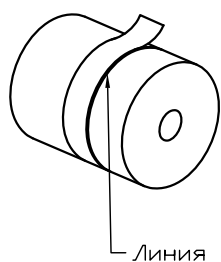

Рис.1
2. Оберните полоской бумаги цилиндр, совместив край полоски с отметкой, и проведите линию. См. Рис.1.